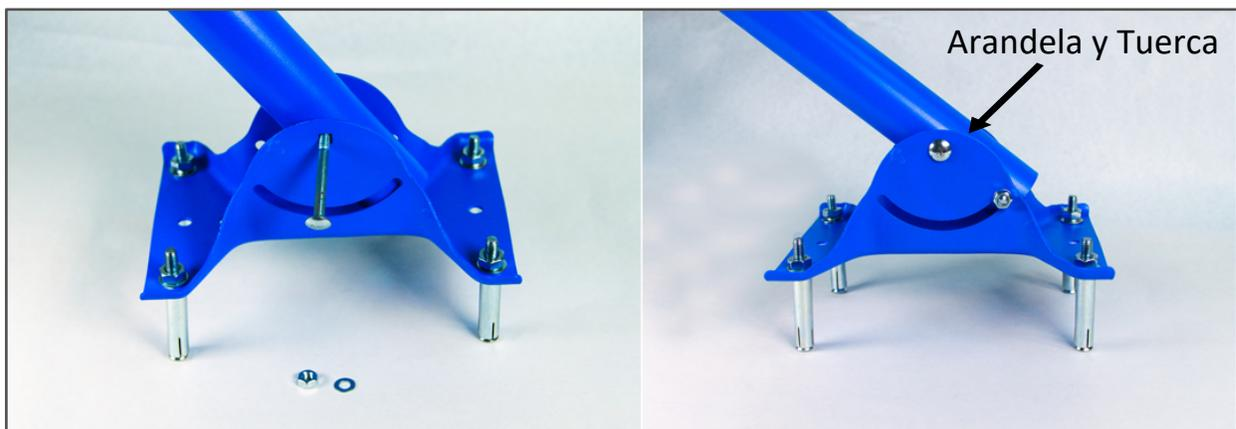

Imagen 16. Instalación de Mástil
Luego se coloca un (1) tornillo de cabeza hexagonal 1/4\*57.2 como indica la Imagen 16, se coloca la arandela, la tuerca y se aprieta.